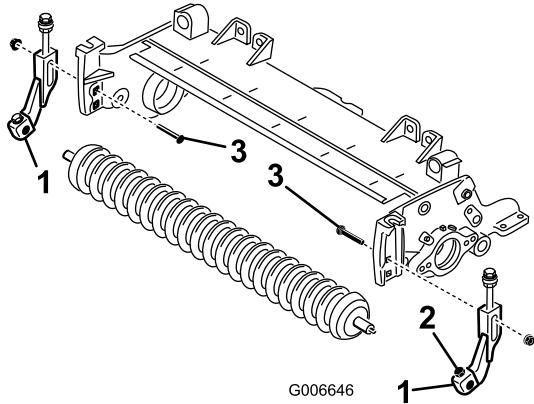

Figura 6
8. Instale, sem apertar, os novos suportes, direito e esquerdo, de altura de corte, no rolo dianteiro existente, com novos parafusos 5/16 x 1-1/8 pol. e as porcas de retenção, de cabeça flangeada, de 5/16 pol. Coloque os suportes de altura de corte conforme mostrado na Figura 6.
9. Utilizando o orifício quadrado superior em cada placa lateral, monte, sem apertar, os suportes de altura de corte nas placas laterais da unidade de corte, com os parafusos de carroçaria previamente removidos e (2)
novas porcas flangeadas de 3/8 pol., colocando as peças de acordo com a figura Figura 6.
- Centre o rolo entre os suportes de altura de corte e encaixe-o, fixando-o nos suportes, com os parafusos e porcas de retenção (Figura 6).